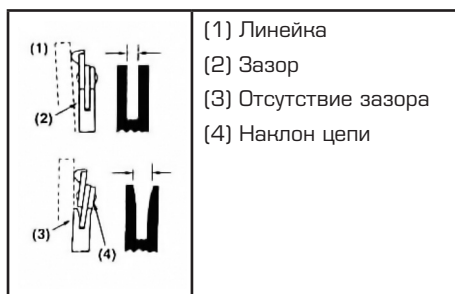

Рис. 33
■ Направляющая должна всегда иметь перпендикулярный профиль. Проверить целостность направляющей. Приложить между направляющей и наружной поверхностью резца линейку. При нормальном состоянии направляющей сохраняется определенный зазор. В случае отсутствия зазора направляющая подлежит замене или ремонту (Рис. 33).